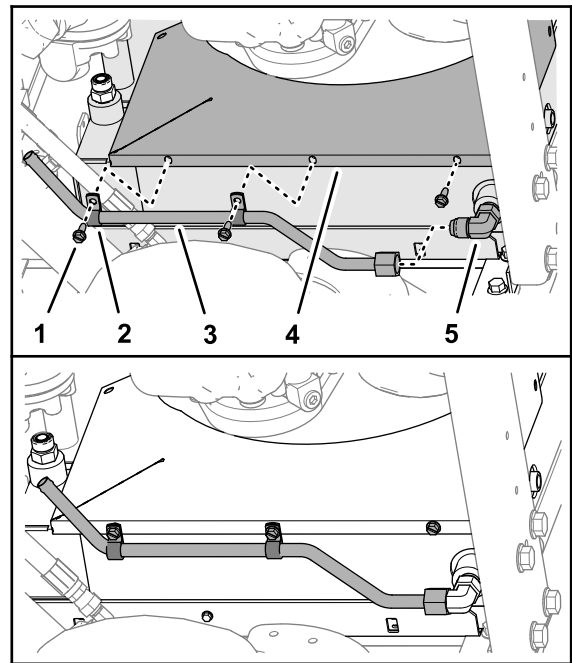

Bild 34
2. Montieren Sie die beiden Stützklemmen am Ölzulaufrohr (**Bild 34**).
3. Schrauben Sie die Überwurfmutter des Rohres auf das 90°-Anschlussstück (**Bild 34**).
4. Befestigen Sie die Klemmen, das Rohr und die untere Verkleidung am Kühler/Ölkühler (**Bild 34**) mit drei Blechschrauben (1/4" x 3/4").